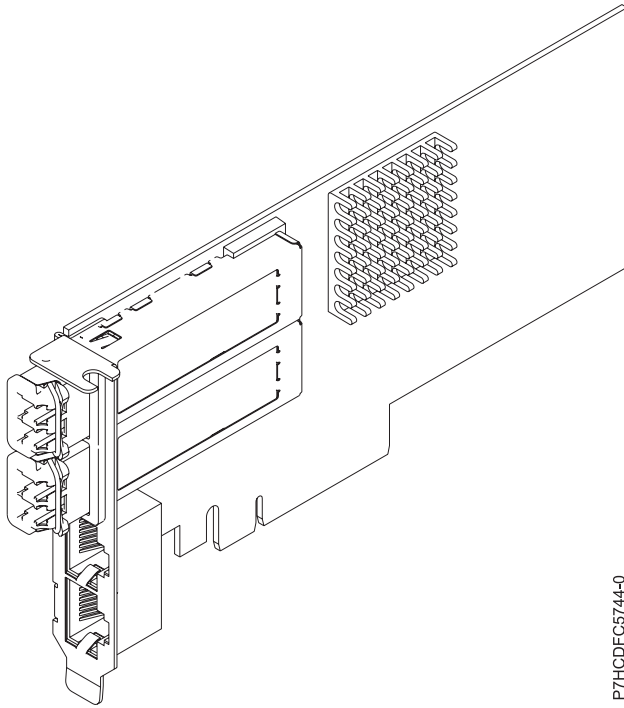

Figura 23. adaptador PCIe2 LP 2x10GbE SR 2x1GbE UTP
El adaptador PCIe2 LP 2x10GbE SR 2x1GbE UTP es un adaptador Ethernet PCI Express de generación 2, altura reducida y cuatro puertos con una interfaz de bus de host PCI Express 2.0. El adaptador está optimizado para servicios informáticos en nube, virtualización, almacenamiento y otras aplicaciones de centro de datos. El adaptador de cuatro puertos proporciona dos puertos Ethernet de 10 Gb y dos puertos Ethernet de 1 Gb. Los dos 2 puertos transceptores SFP+ (small form-factor pluggable) SR (single root) de 10 Gb se utilizan para la conectividad con otros servidores o conmutadores de la red. Cada puerto SFP+ (SR) proporciona conectividad Ethernet con una velocidad de datos nominal de 10 Gbps (gigabits por segundo), y utiliza cables twinaxiales de cobre SFP+ de hasta 5 metros de longitud. Cada uno de los puertos RJ45 proporciona conectividad Ethernet con una velocidad de datos de 1 Gbps. Las funciones de agregación de enlaces y recuperación tras error del adaptador son ideales para aplicaciones de red críticas que necesitan redundancia y alta disponibilidad. La Figura 23 en la página 73 muestra el adaptador FC 5745.